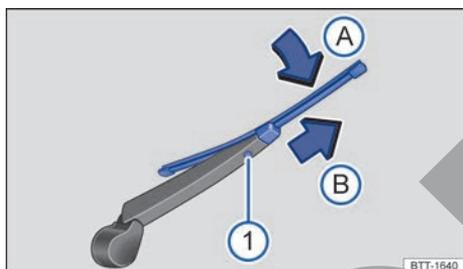

Fig. 187 Cambio de la escobilla limpiacristales de la luneta.
- Mantenga pulsada la tecla de desbloqueo → fig. 187 ①.
- Doble la escobilla en dirección al brazo del limpiacristales → fig. 187 (flecha A) y tire al mismo tiempo en el sentido de la flecha B. Es probable que tenga que emplear bastante fuerza.
- Inserte una escobilla nueva de la **misma longitud y tipo** en el brazo del limpiacristales en el sentido contrario al de la flecha → fig. 187 B hasta que encastre. Para ello la escobilla debe estar doblada → fig. 187 (flecha A).